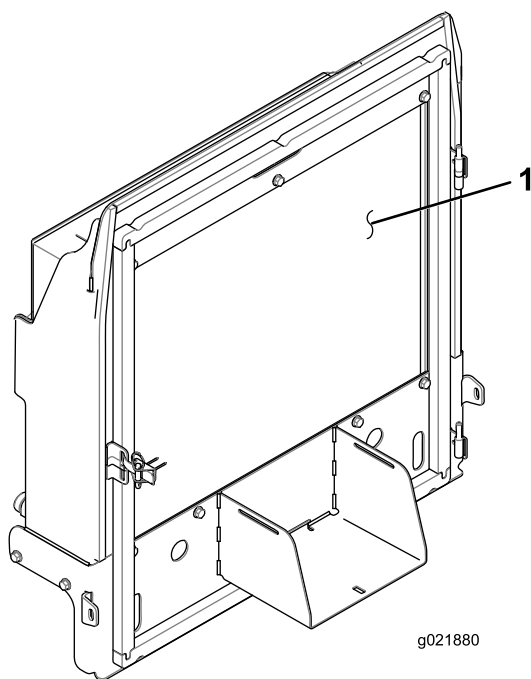

Figura 95
4. Limpie a fondo ambos lados del radiador/del enfriador de aceite con aire comprimido (Figura 95).